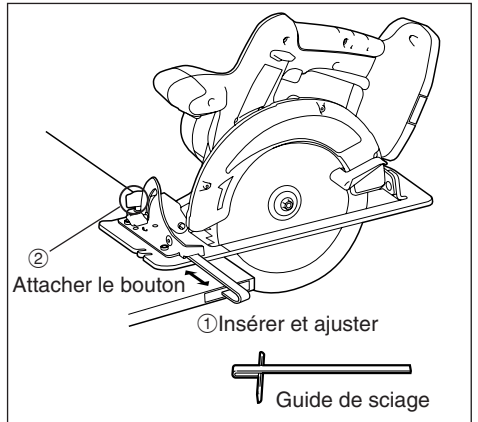

Fig. 8
- Insérez le guide de sciage et ajustez la largeur de sciage (Voir la fig. 8).